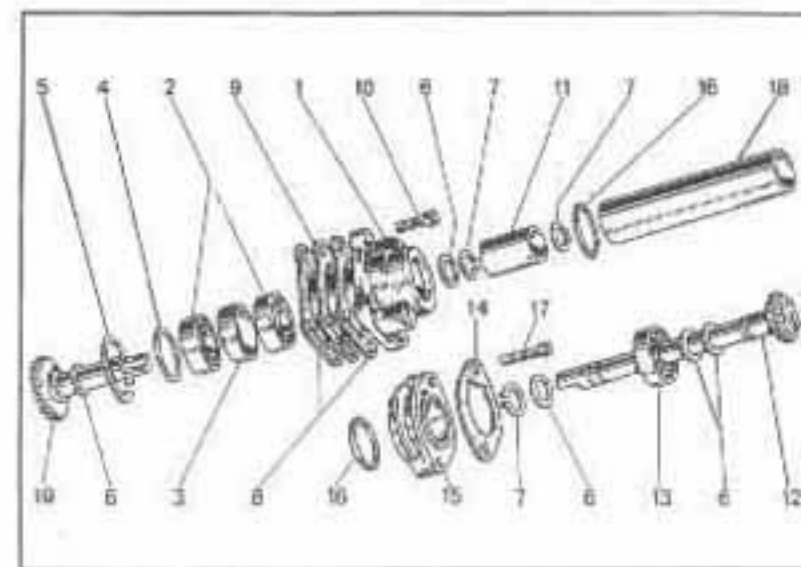

Fig. 32
**Nota** - Fare bene attenzione a non perdere la molla e la sfera alloggiate nel carter, dato che esse possono cadere quando il gruppo pompa si stacca dalla sua sede (fig. 32).
**Note** - Be careful not to lose the spring and the steel ball which are housed in a hole in the crankcase, because they are easily dropped and lost during pump body removal (fig. 32).